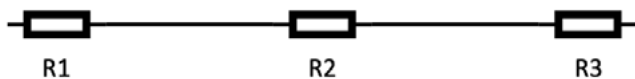

Figura 2.0 Resistencias en serie
- Use valores comerciales para R1, R2, R3 y monte en la protoboard la configuración en serie mostrada en la Figura 2.0